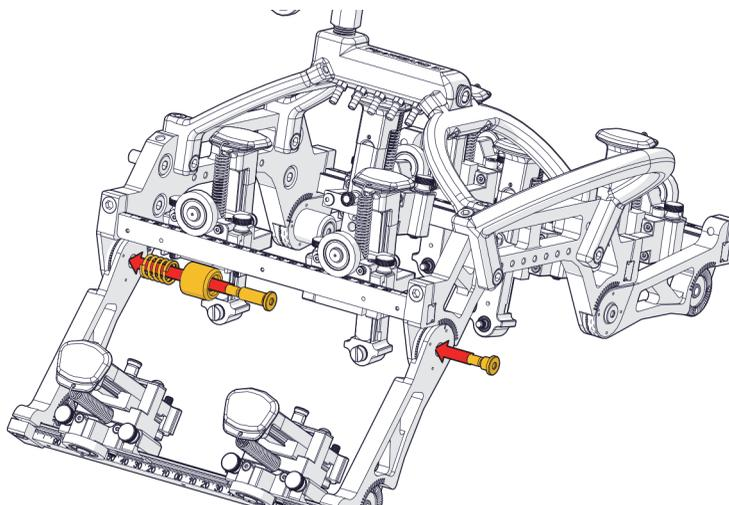

Figure 1-50 Fixation de la section du module de sondes au moyen du ressort et du cylindre d'espacement
3. Fixez la section du module de sondes en place en utilisant le ressort, le petit cylindre d'espacement et deux vis (Figure 1-50 à la page 64).